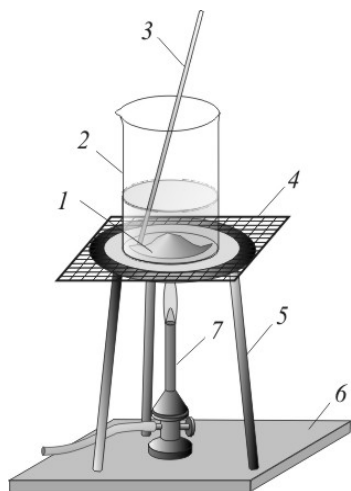

Рис. 4. Получение ацетата свинца(II):
Растворите 3 г основного карбоната свинца(II) в 10 мл горячего 50%-ного раствора уксусной кислоты (рис.4) (*в вытяжном шкафу, защитных очках и перчатках!*).